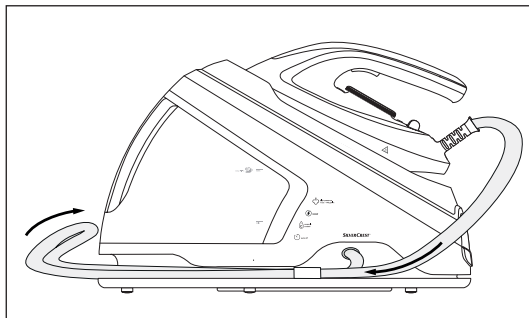
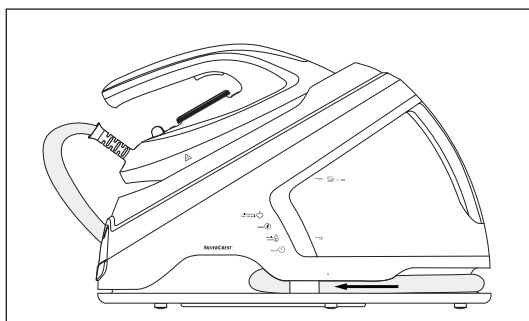

Abb. 15
Abb. 16
- ◆ Legen Sie den Verbindungsschlauch **5** in der Mitte zusammen und schieben Sie ihn in die Vertiefung an der Basisstation (siehe Abb. 15 und Abb. 16).